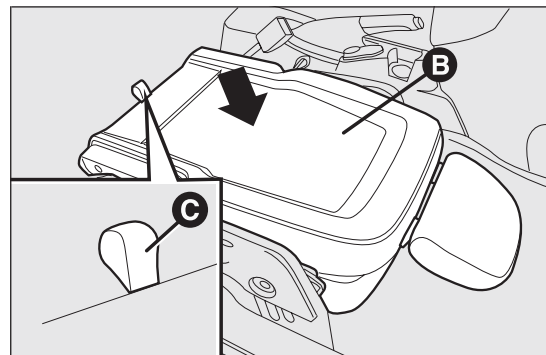

fig. 19
- ☐ agire successivamente sullo schienale B fig. 19 premendolo verso il basso: il sedile risulta così completamente ripiegato su sé stesso nella posizione "a tavolino";
- ☐ tirare la linguetta C fig. 19 e spingere ulteriormente lo schienale verso il basso: il sedile è in questo modo completamente ripiegato.
- ☐ impugnare la linguetta C fig. 19 e sollevare lo schienale verso l'alto;